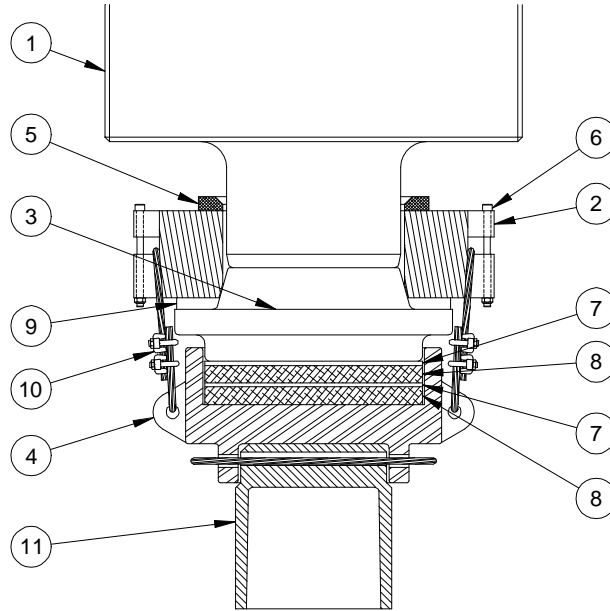

FIG 3
F. ATTACHMENT OF DRIVE CAP (See Fig. 3)